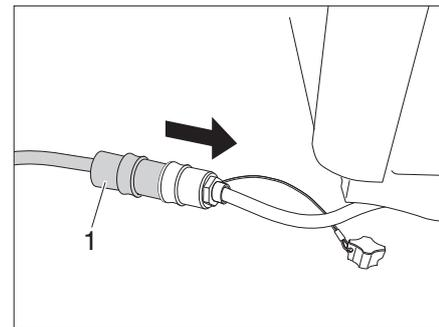

Bild 61 Verlängerungskabel anschließen
- Verlängerungskabel (Bild 61,1) am Küchenblock und am Elektroanschluss im Einstieg des Campsters anschließen.
- ▷ Verlängerungskabel (Bild 61,1) nur bei Nutzung der Küche im Freien verwenden.